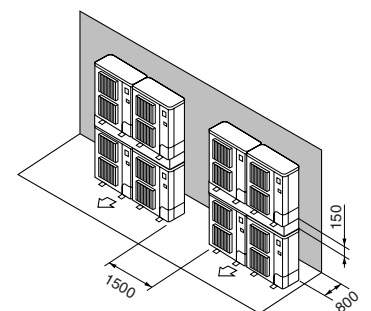

Fig. 2-14
- ⑦ İstifli ünite düzeni (Fig. 2-14)